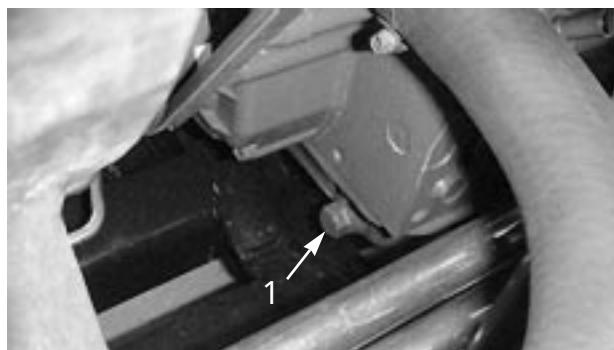

図31
1. ドレン・プラグ（図31）を外してオイルを抜き、プラグを元通りに取り付ける。